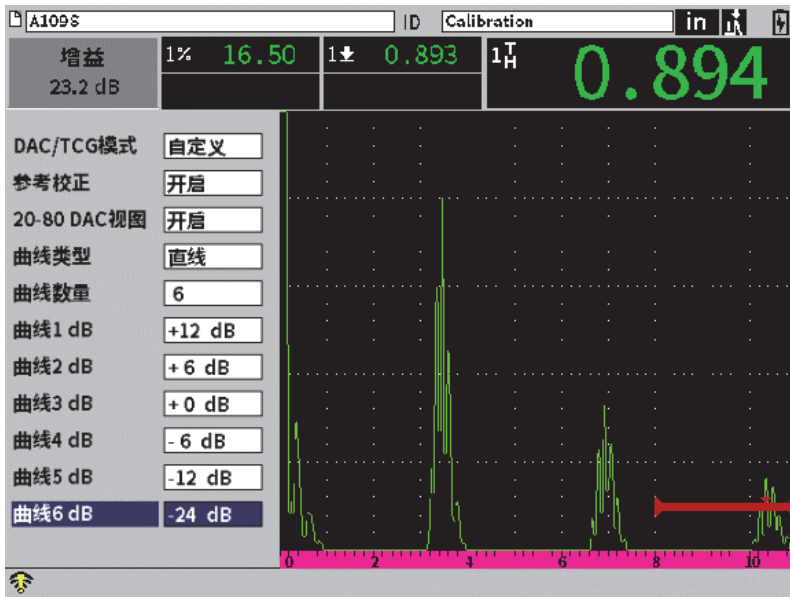

图 11-17 自定义DAC设置
4. 选择除了主曲线之外还要使用的**曲线数量**（参见第182页的图 11-17）。